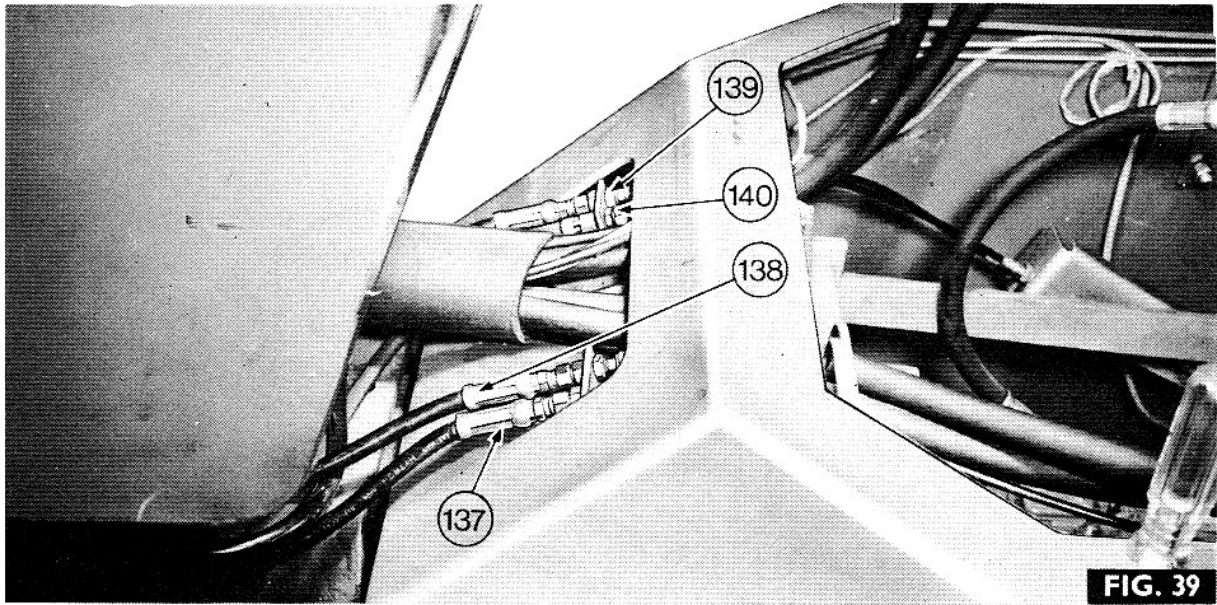

FIG. 39
Figs 39 à 44
2. Fig. 39. Marquer, débrancher et boucher les 3 tuyaux d'alimentation du crabotage (137, 138 et 139) ainsi que la conduite de frein (140).
3. A l'aide de la clé 338, déposer l'écrou (141) et la rondelle plate (142) fixant l'extrémité arrière du joint universel d'arbre moteur de prise de force sur l'arbre de prise de force de pivot.
11. Fig. 39. Reposer les 3 conduites d'alimentation de crabotage (137, 138 et 139) et reposer la conduite de frein (140).